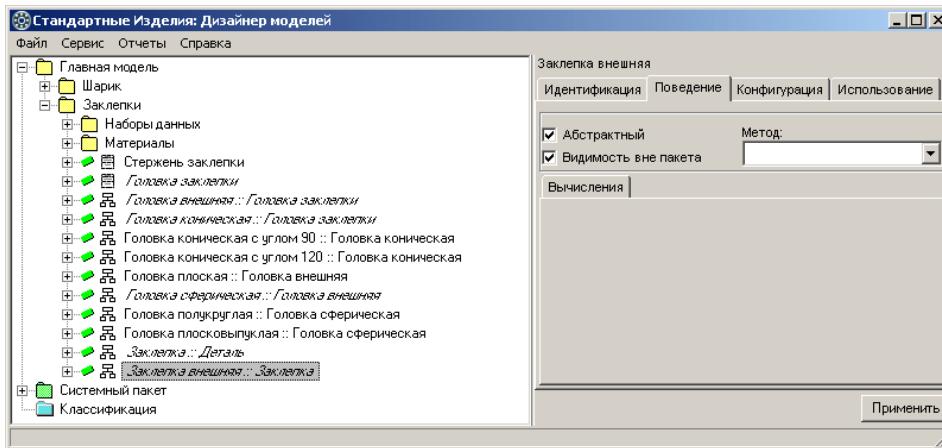

Рис. 4.118.
3. Раскройте вкладку **Поведение** и включите опцию **Абстрактный** (рис. 4.118).